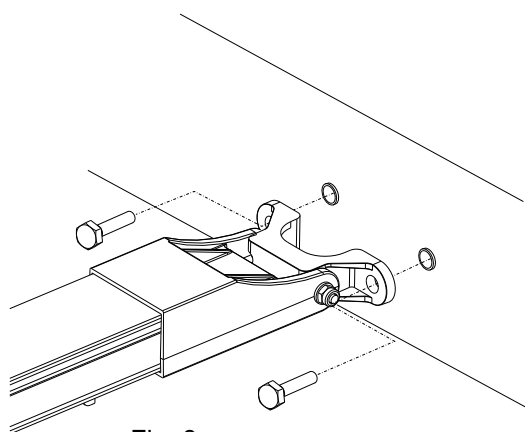

Fig. 8
- Una la brida de anclaje al bastidor de la puerta o donde sea necesario en la pared mediante remaches o tacos (Fig. 8);